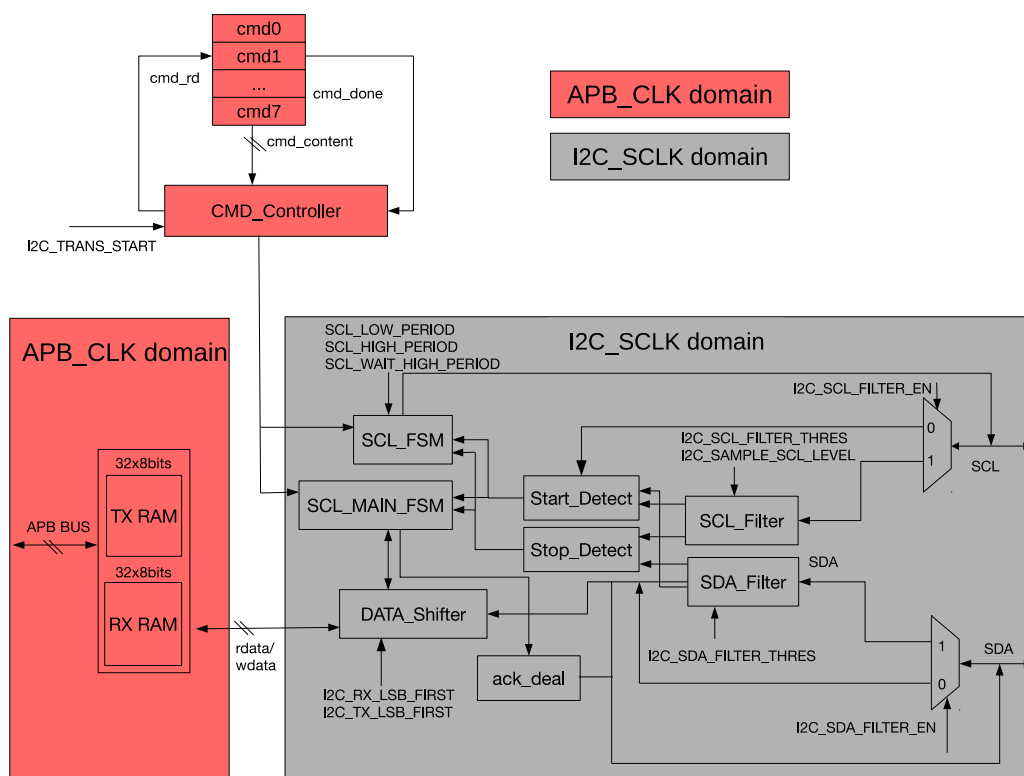
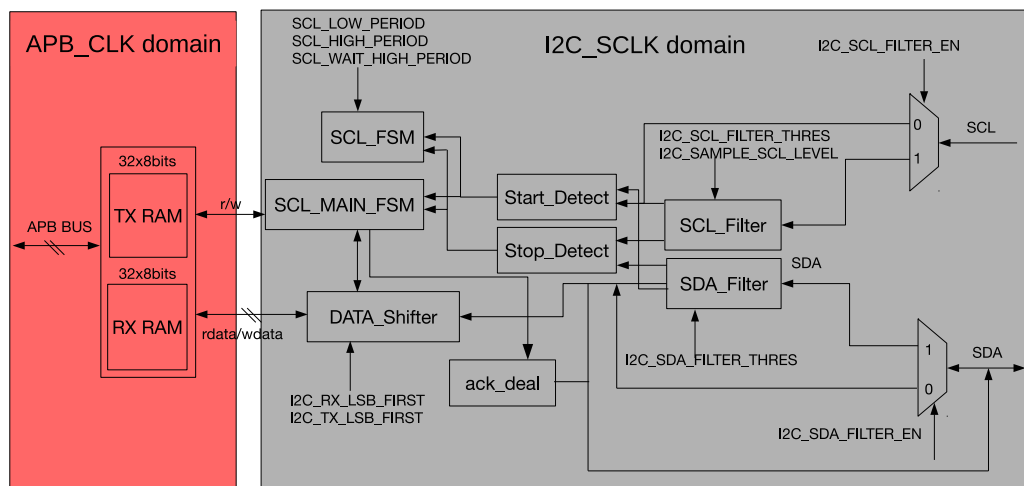

图 27-1. I2C 主机基本架构
图 27-2. I2C 从机基本架构
I2C 控制器可以工作于主机模式或者从机模式，`I2C_MS_MODE` 寄存器用于模式选择。图 27-1 为 I2C 主机基本架构图，图 27-2 为 I2C 从机基本架构图。I2C 控制器内部包括的模块主要有：
- 命令控制器 CMD_Controller：产生 (R)START、STOP、WRITE、READ 和 END 指令
- SCL 时钟控制器 SCL_FSM：用来产生满足 I2C 协议的 SCL 时钟。图 27-3 和图 27-1 是 I2C 协议的时序图和对应的参数表。